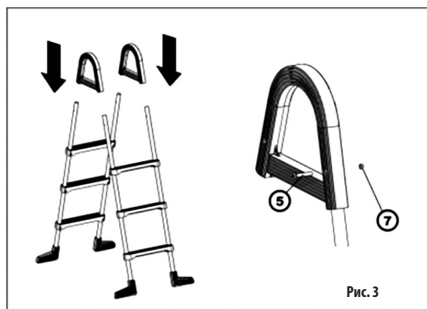

Рис. 3
На собранные лестницы надвиньте пластиковые дуги (2) (Рис. 3), зафиксируйте соответствующими болтами (5); обратите внимание на их ориентацию (головки болтов должны находиться „снаружи“ ступеней).